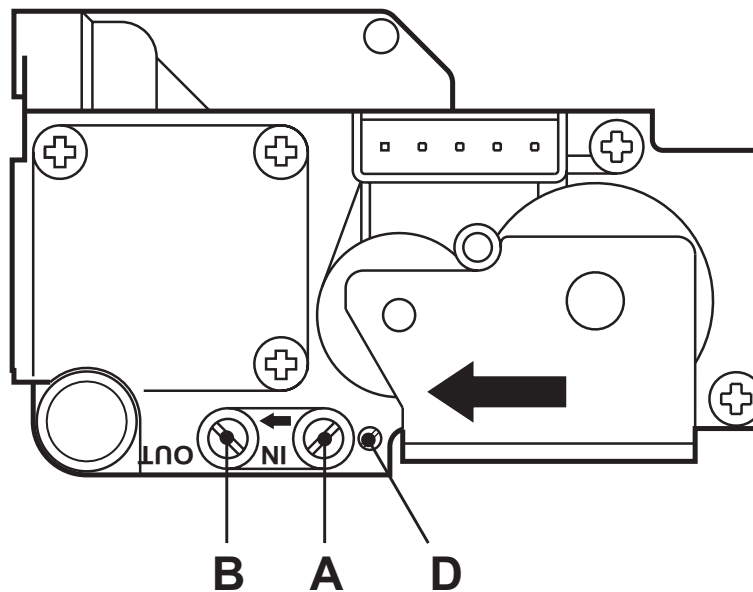

fig. 15 - Válvula de gas
- Conectar un manómetro apropiado a la toma de presión **B** fig. 15 situada aguas abajo de la válvula de gas
- Regular la presión mínima con el tornillo "D" fig. 15 (girar a la derecha para disminuirla y a la izquierda para aumentarla).